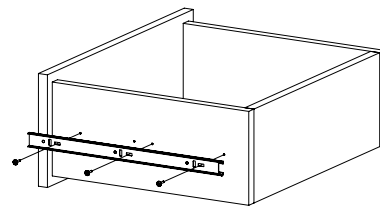

Рис.10
- Закрепите внутренние планки направляющих на деталях 6 и 7 шурупами 3,5х16 (Рис. 10). При необходимости регулировки ящика выкрутите шурупы из круглых отверстий и перекрутите в овальные (продольные и вертикальные регулировочные отверстия). Не затягивая до конца шурупы, сместите ответную планку вверх-вниз. Затяните шурупы до конца.